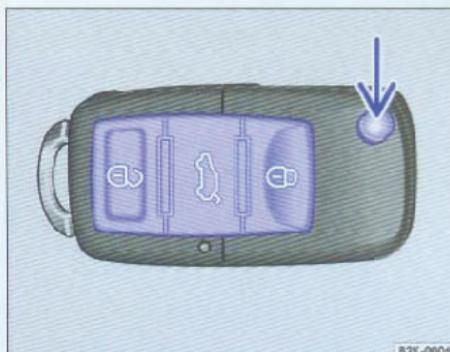

图21 遥控钥匙上的按钮
将钥匙在驾驶员侧车门锁内拧一次，或按一次遥控钥匙上的开启按钮④⇒图21，则可激活车门单独开启功能，只开启驾驶员侧车门锁。
按图21箭头所示遥控钥匙上的按钮即可打开钥匙头部，再按一下即可收折钥匙。
- 按压图21中箭头所示按钮，打开钥匙头部。
- 按压遥控钥匙上的按钮 ⇒ 34页, 图21, 直到行李箱盖开启。
- 用遥控钥匙上的开启按钮 开启汽车 ⇒ 34页, 图21。